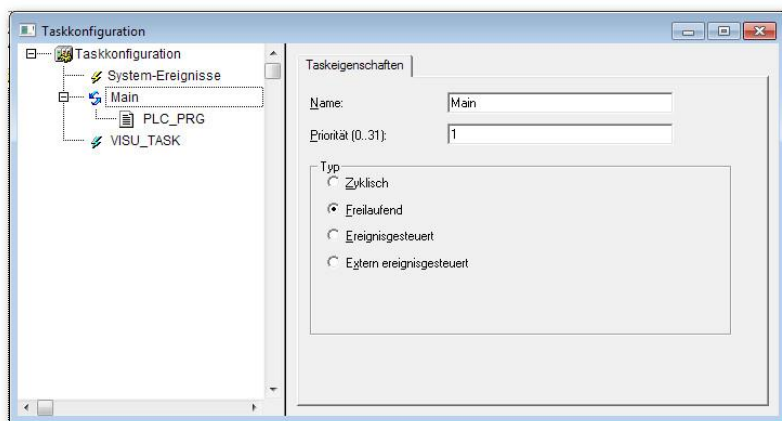
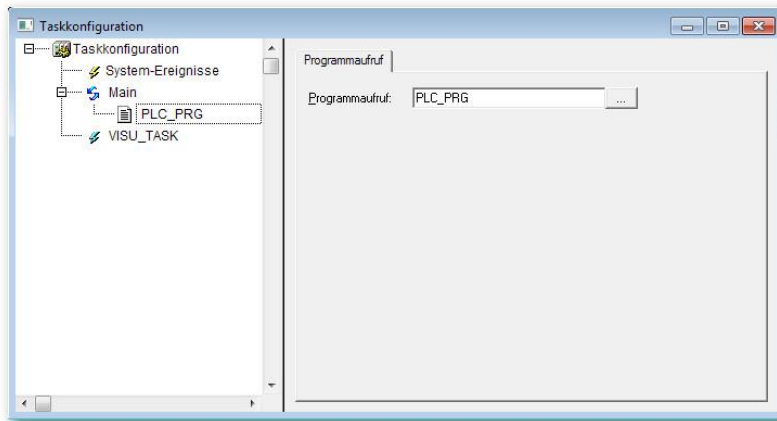
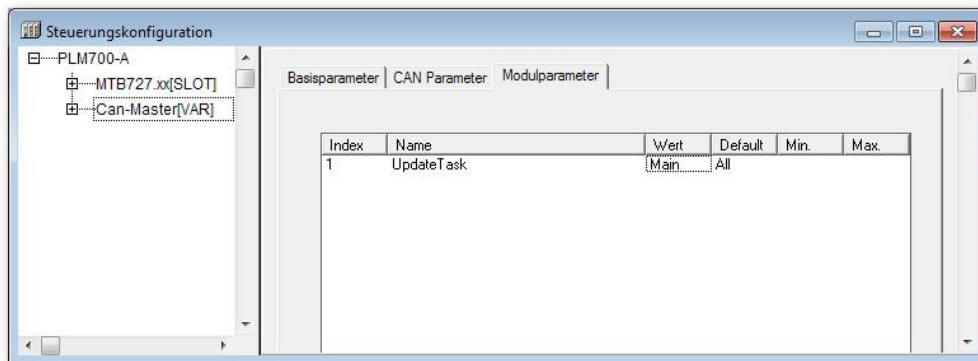

Abb. 4-9: Taskkonfiguration → Main
Abb. 4-10: Taskkonfiguration → PLC_PRG
Abb. 4-13: Steuerungskonfiguration UpdateTask am CAN-Master
- Stellen Sie die Parameter so ein wie in Abb. 4-9 und Abb. 4-10 dargestellt.
- Klicken Sie mit der linken Maustaste auf den Eintrag *CAN-Master* und stellen Sie unter Modulparameter den Wert von UpdateTask auf *Main* (Abb. 4-13). Dieser Name muss mit dem Eintrag in der Taskkonfiguration identisch sein (vgl. Abb. 4-9).